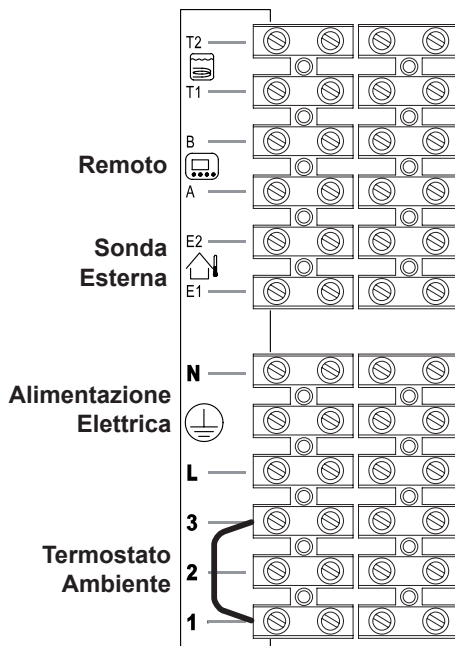

Figura 5.26
Per il collegamento del remoto servirsi dei morsetti indicati in Figura 5.26.
Per il collegamento della sonda esterna servirsi dei morsetti indicati in Figura 5.26.
**Il ponticello elettrico collegato nella morsettiera termostato ambiente tra i morsetti "1 e 3" non va rimosso Figura 5.26.**